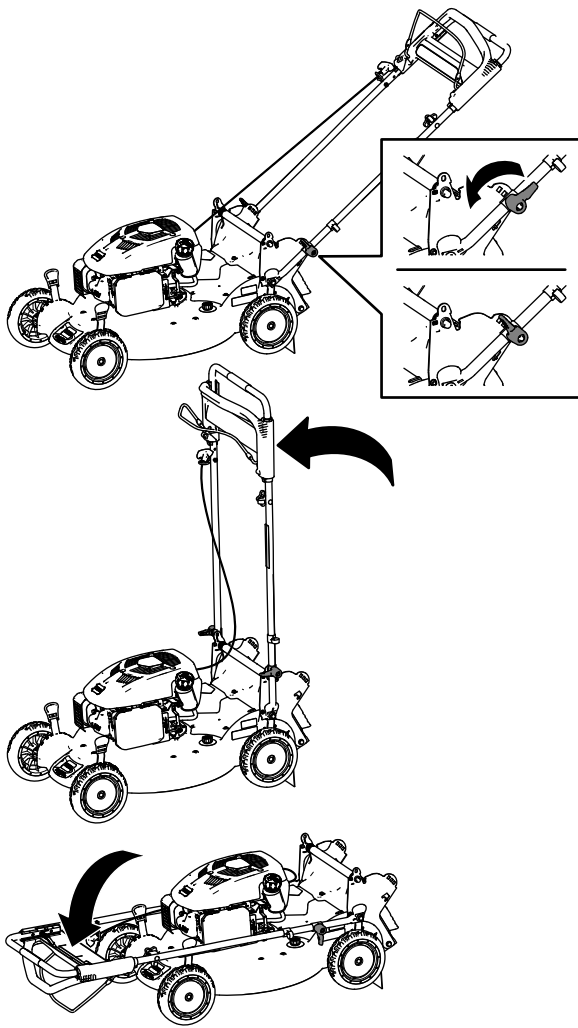

Figure 25
2. Pliez la partie supérieure du guidon en avant (Figure 25).